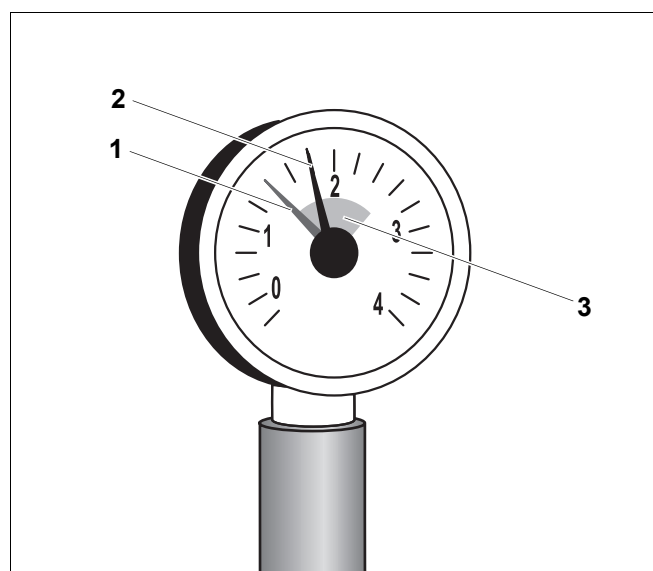

Fig. 21 Manometru pentru instalații de încălzire închise
- Indicatorul roșu (Fig. 21, **Poz. 1**) al manometrului trebuie setat la o presiune minimă de 1 bar.